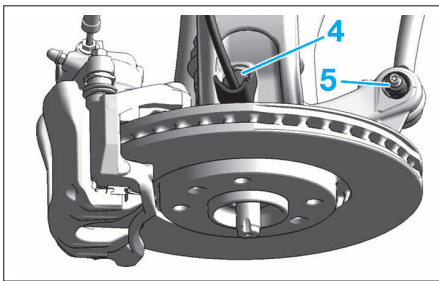

FIG. 2
- l'écrou (2).
- l'écrou de fixation de frein (3).
- la fixation du capteur de roue (4) (Fig.2).